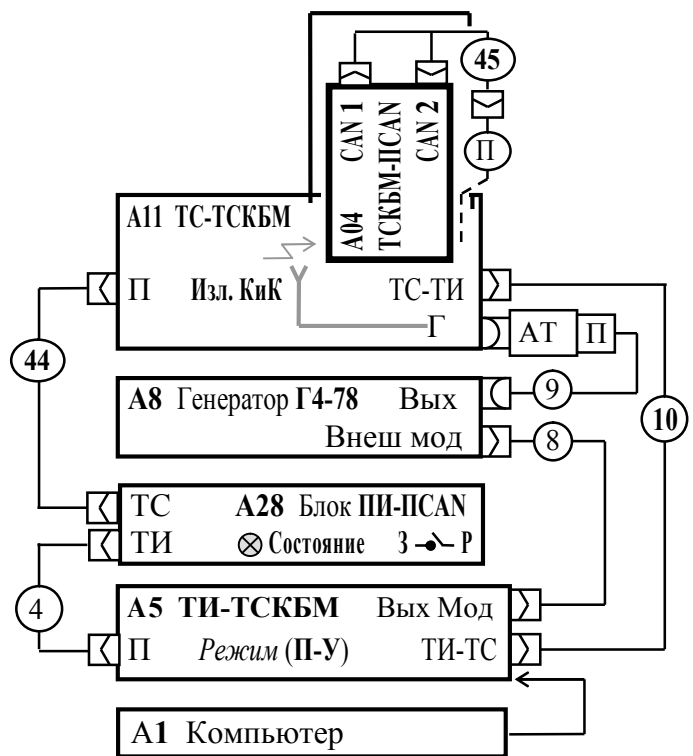

Рисунок 2.84 – Схема проверки с использованием ИРПС прибора ТСКБМ-ПСАН НКРМ.464333.019
2) Установите прибор ТСКБМ-ПСАН в экранированный отсек блока ТС-ТСКБМ и подключите его с использованием кабеля ТС-ПСАН19 к кабелю П отсека, см. рисунок 2.84. Дверца экранированного отсека закрывается и запирается винтами на дверце.